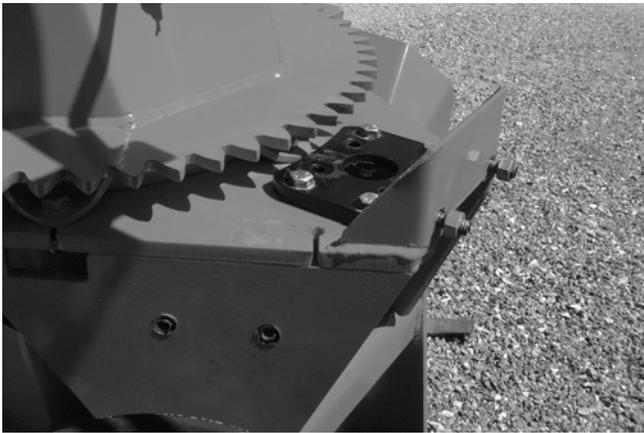

Figure 25
- 2) Installer le support ajustable du moteur; mettre les espaceurs requis entre le support et la base de chute (voir p. 33 à 40 selon le modèle de chute). Ne serrez pas les boulons immédiatement, ils seront serrés lors de l'ajustement final du moteur (Fig. 25).